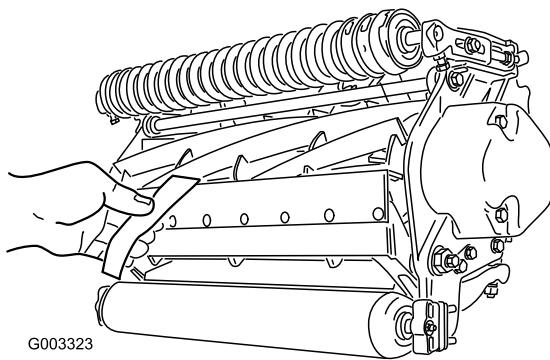

Bild 9
3. Führen Sie an einer Seite der Spindel einen langen Streifen Papier zwischen der Spindel und dem Untermesser ein (Bild 9). Drehen Sie die Einstellschraube des Untermesserträgers, während Sie die Spindel langsam vorwärts drehen, nach rechts (am selben Ende der Spindel) (Bild 8), jeweils um einen Klick, bis das Papier fest gehalten wird, wenn Sie es von vorne parallel zum Untermesser einführen. Wenn das Papier gezogen wird, sollten Sie einen leichten Widerstand spüren.
5. Vergewissern Sie sich nach dieser Einstellung, dass die Spindel Papier einklemmen kann, das von vorne eingeführt wird, und Papier schneiden kann, das senkrecht zum Untermesser eingeführt wird (Bild 9). Papier müsste sich mit minimalem Kontakt zwischen Untermesser und Spindelmessern schneiden lassen. Wenn ein zu großer Spindelwiderstand besteht, läppen oder schleifen Sie das Mähwerk nach, um die für einen genauen Schnitt erforderlichen scharfen Kanten zu erhalten (weitere Angaben finden Sie in der Toro Anleitung Schärfen von Spindel- und Sichelmähern, Form No. 80-300PT).